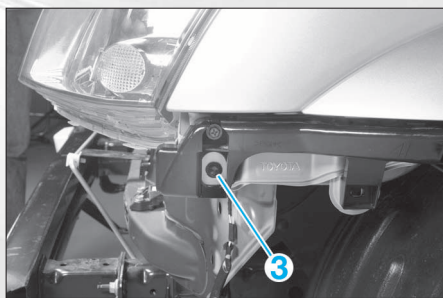

FIG. 10
- Déposer la vis (3) (Fig.10).